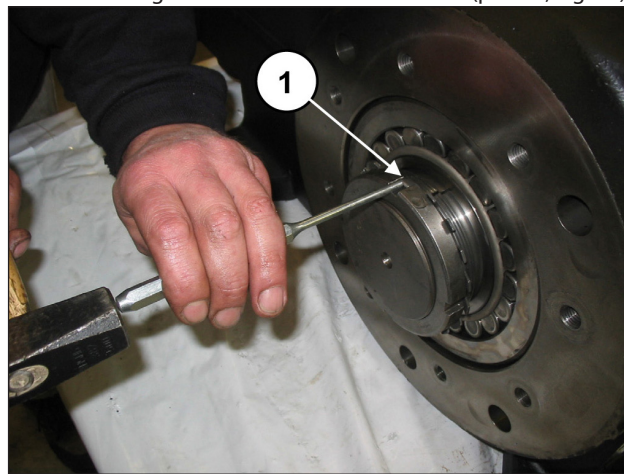

Fig. 15
Sollevere la linguetta della rosetta di sicurezza (pos. ①, Fig. 15).